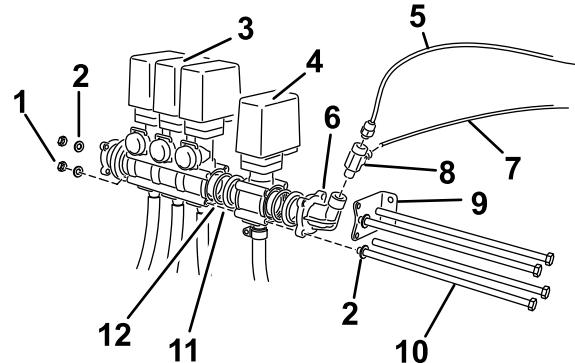

Рисунок 5
4. Найдите в комплекте поставки клапан шлангового барабана в сборе и установите его в один ряд с имеющимися клапанами (Рисунок 5).
6. Снова прикрепите кронштейн к клапану в сборе на два отверстия на переходнике патрубка, ближайшие к монтажному кронштейну клапана стрелы (Рисунок 5).
7. Проденьте два длинных болта (M8 X 260 мм) через монтажный кронштейн и вставьте их в верхнее и нижнее отверстия корпусов клапана шлангового барабана и перепускных клапанов стрел, ближайших к опорной балке (Рисунок 5)
9. Используйте два оставшихся болта (M8 X 260 мм) с шайбами для крепления клапанов в сборе на открытых отверстиях корпусов клапанов (Рисунок 5)
13. Установка тройника (Рисунок 5)